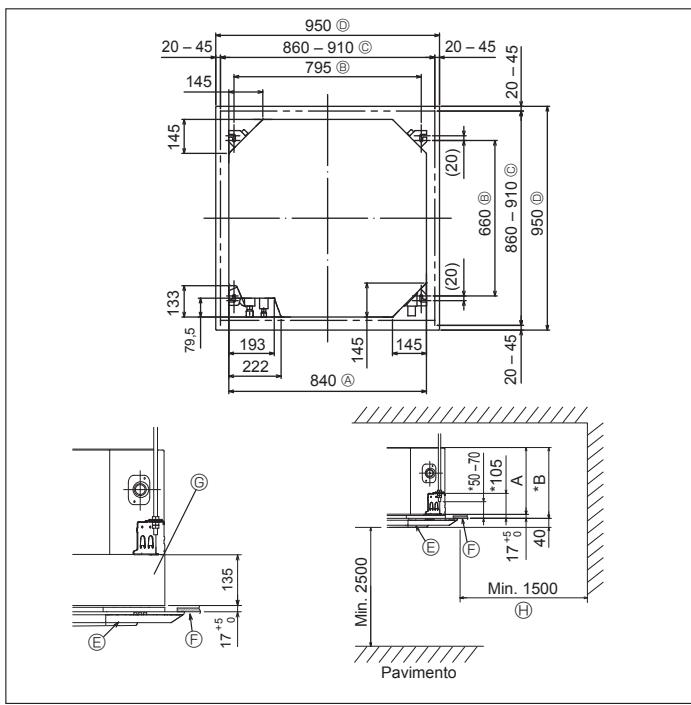

Fig. 3-2
3.2. Posizione delle aperture a soffitto e dei bulloni di sospensione (Fig. 3-2)
- * Le dimensioni dell'apertura sul soffitto possono variare entro l'intervallo indicato nella Fig. 3-2; pertanto, centrare l'unità principale nell'apertura, accertandosi di lasciare lo stesso spazio tra le due coppie di lati opposti.